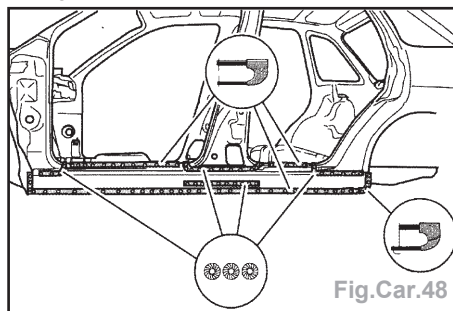

Fig.Car.48
- Souder par points sous atmosphère gazeuse les points d'assemblage montrés sur la figure et ensuite meuler (Fig.Car.48).